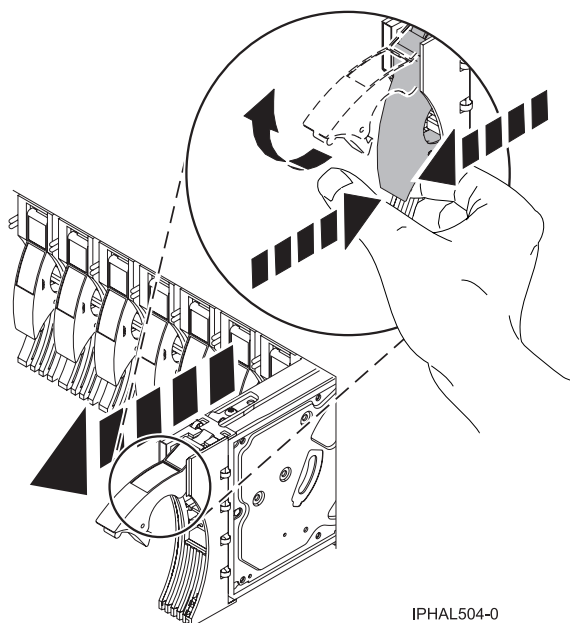

Figure 18. Retrait d'une unité de disque du système
1. Déverrouillez la poignée de l'unité en appuyant dessus et en la tirant vers vous (voir figure 18).